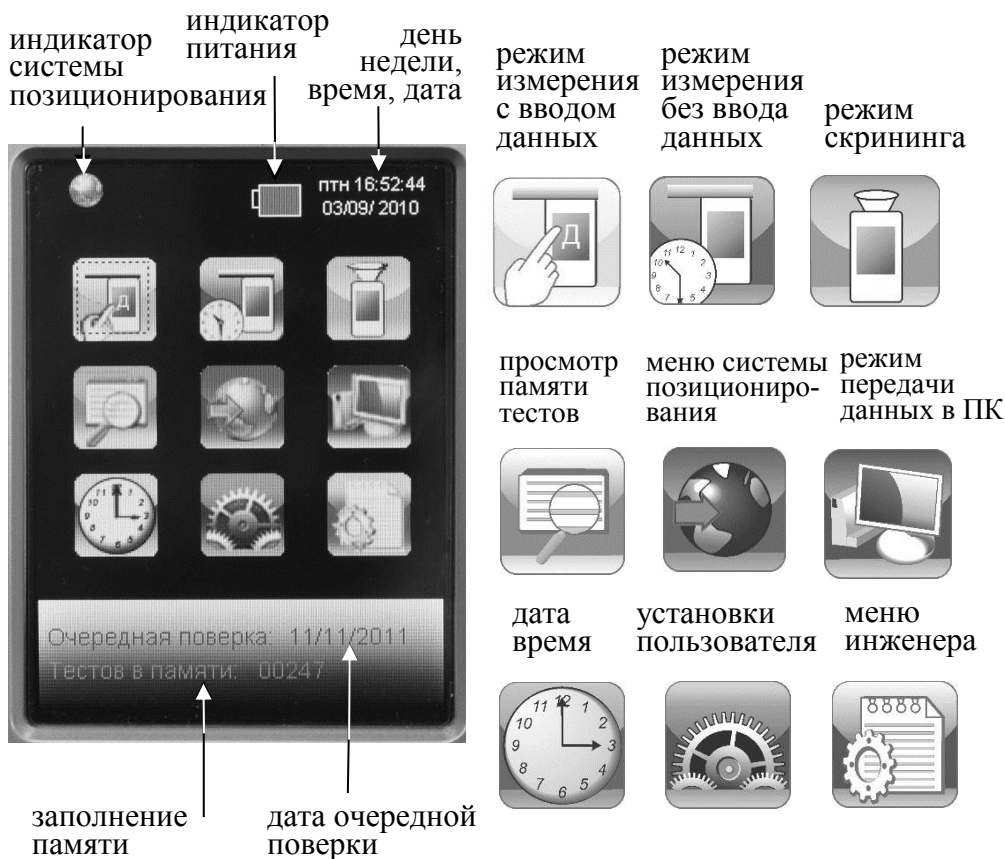

Рисунок 4 – Главное меню анализатора
2.2.1 Включение анализатора производится нажатием на кнопку включения/выключения, удерживая ее до звукового сигнала (около 2 с). При этом на экране появляется заставка с сокращенным обозначением анализатора и номером версии ПО, проводится автотестирование, после этого на экране появляется главное меню анализатора (рисунок 4).
2.3.1 Главное меню анализатора состоит из 9 пунктов-иконок и индикаторов, информирующих об уровне заряда аккумуляторного блока, текущем времени и дате, а также об установлении координат текущего местоположения приемником системы позиционирования (рисунок 4).
2.5.2 Для входа в меню «Установки пользователя» в главном меню анализатора (рисунок 4) выберите пункт-иконку «Установки пользователя». На сенсорном экране появится меню, состоящее из трех пунктов (рисунок 5).